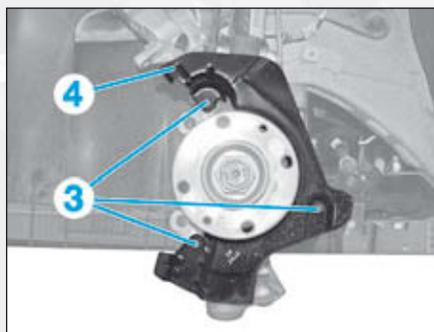

FIG.13
- les vis (3) de la tôle de protection (4) du disque (Fig.13),
- la tôle (4) de protection du disque.